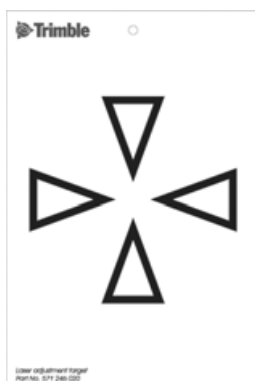

Рисунок 4.4. Юстировочный отражатель для тахеометра Trimble S9
3. Если красное лазерное пятно лежит вне сетки нитей, отрегулируйте направление луча так, чтобы оно совпало с сеткой нитей, см. рис. 4.4.